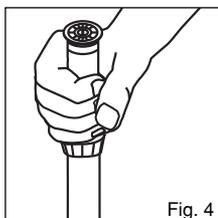

Fig. 4
2. Encliquez le porte-buse (Fig. 4) de façon à faire coïncider le point en relief situé sur le dessus de chaque buse avec ce qui sera le côté droit du secteur d'arrosage (vu de l'arrière de l'arroseur).